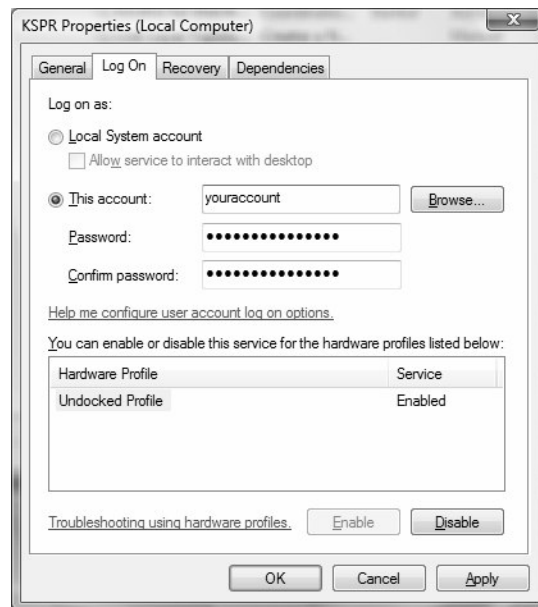

Рисунок 2
6. Назначьте локальную учетную запись для установленной службы KSPR service, изменив свойства сервиса. Нажмите правую кнопку на строке KSPR service в окне Services и выберите Properties (Свойства). Выберите закладку "Log On" и назначьте учетную запись существующего пользователя Windows ("youraccount") с помощью опции "This account" (см. рис. 2). Ваша учетная запись должна быть защищена паролем.